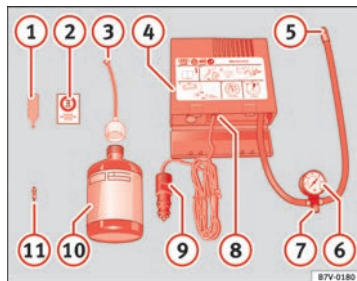

Abb. 142 Bestandteile des Reifenreparatursatzes
- ② Aufkleber mit der Geschwindigkeitsangabe „max. 80 km/h“ bzw. „max. 50 mph“
- ③ Füllschlauch mit Verschlussstopfen
- ④ Kompressor
- ⑤ Reifenfüllschlauch
- ⑥ Reifenfülldruckanzeige
- ⑦ Luftablassschraube
- ⑧ Ein-/Ausschalter
- ⑨ 12-Volt-Kabelstecker ⇒ Seite 126
- ⑩ Reifenfüllflasche mit Dichtungsmittel
- ⑪ Ersatz-Ventileinsatz
Der Ventileinsatzdreher ① ⇒ Abb. 142 hat am unteren Ende einen Schlitz, in den der Ventileinsatz passt. Nur so kann der Ventileinsatz aus dem Rei-
- Kleben Sie den Aufkleber ② ⇒ Abb. 142 ⇒ Seite 223 auf die Instrumententafel im Sichtfeld des Fahrers.
- Schütteln Sie mehrmals kräftig die Reifenfüllflasche **10** ⇒ Abb. 142 ⇒ Seite 223.
- Schreiben Sie den Reifenfüllschlauch **5** ⇒ Abb. 142 ⇒ Seite 223 des Luftkompressors fest auf das Reifenventil.